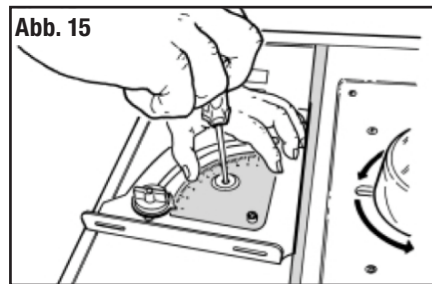

Abb. 15
2. Überprüfen Sie, dass die Skalenzeiger auf 90° steht. Lösen Sie bei Bedarf die mittige Klemmschraube und verschieben Sie die Metallskala, bis der Zeiger 90° anzeigt (siehe Abb. 15).